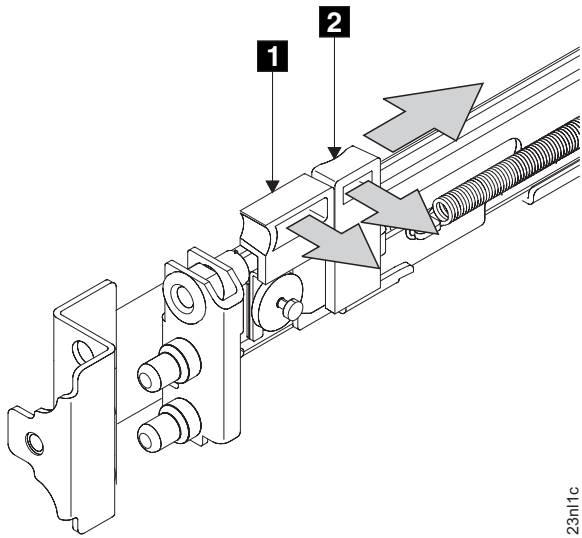

図 61. 前部ラッチ・ロック・キャリア・アセンブリーを開く
3. ラッチ・レバー **1** をレール (85 ページの図 61) の終端の方向に移動しながら、ラッチ・ロック **2** をレールから離れる方向に静かに押します。ラッチ・ロック・キャリア・アセンブリーが、ばねの強度でスライドします。